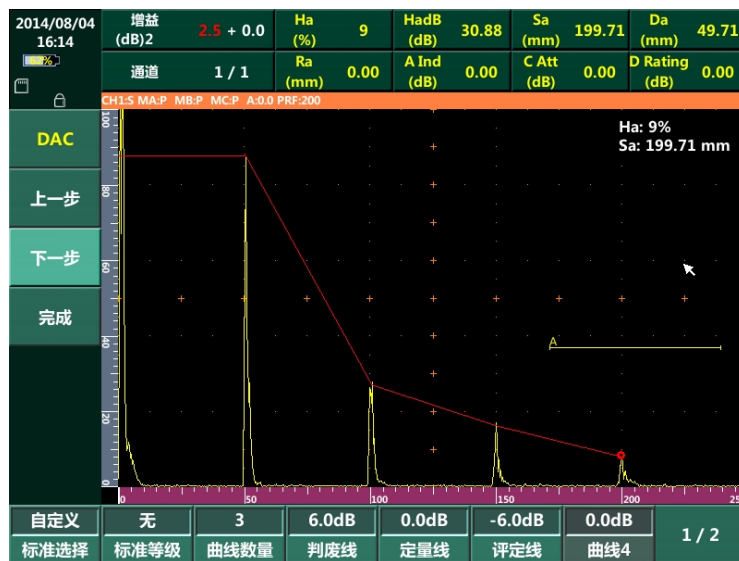

图 2-28 评定参考线设置
- 5) 设定评定参考线：根据检测工艺可选择是否需要增加参考线。菜单“曲线数量”用于设定参考线的数量，最多可设置 6 条曲线，如图 2-28。